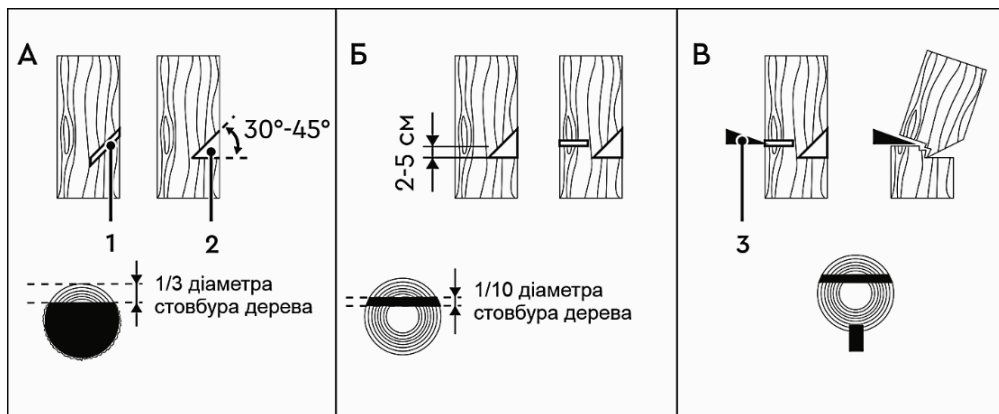

Рисунок 5
4.7.4 Виконання пропилів (рисунок 5)
Увімкніть бензопилу. Почніть пиляти дерево з того боку куди воно має впасти (1, рисунок 5-А).
Зробіть клиноподібний пропил (2, рисунок 5-А) під кутом 30-45°, глибина якого приблизно дорівнює 1/3 від товщини стовбура.
Валочний розпил (рисунок 5-Б) зробить із протилежного боку від клиноподібного пропилю, помістивши зубчастий упор бензопили на стовбур на 2-5 см вище нижнього краю клиноподібного пропилю. Завершіть пиляння тоді, коли до внутрішнього краю клиноподібного пропилю залишиться близько 1/10 діаметра стовбура. Коли робите валочний розпил, не намагайтеся пропиляти стовбур наскрізь до клиноподібного пропилю.
Частина стовбура, яка залишилася не пропиляною, буде направляти його в необхідний бік. Коли дерево почне падати, зупиніть роботу бензопили та негайно відійдіть у безпечну зону. Якщо дерево не почало падати, необхідно забити клин (3, рисунок 5-В), після чого дерево почне падати в бік клиноподібного пропилю.